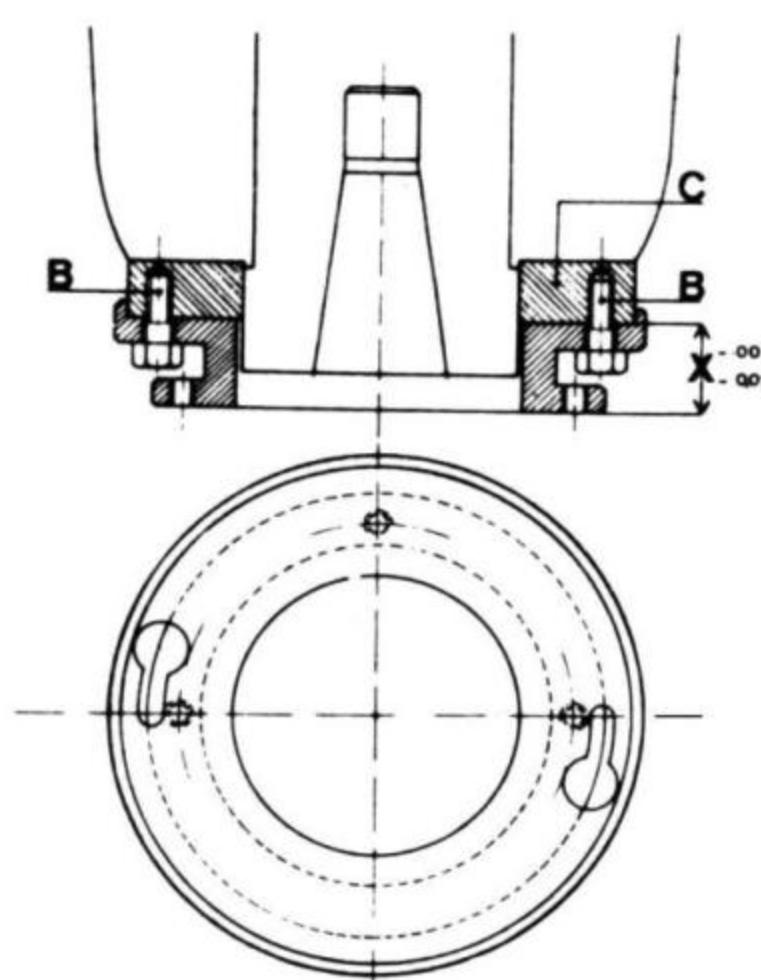

Fig. 5
- 4 - Démonter la tête et fixer à l'aide de deux ou plusieurs vis B, l'anneau de fixation DONT L'EPAISSEUR DOIT ETRE INFERIEURE DE 0,02 MM A LA COTE X (Fig. 5)